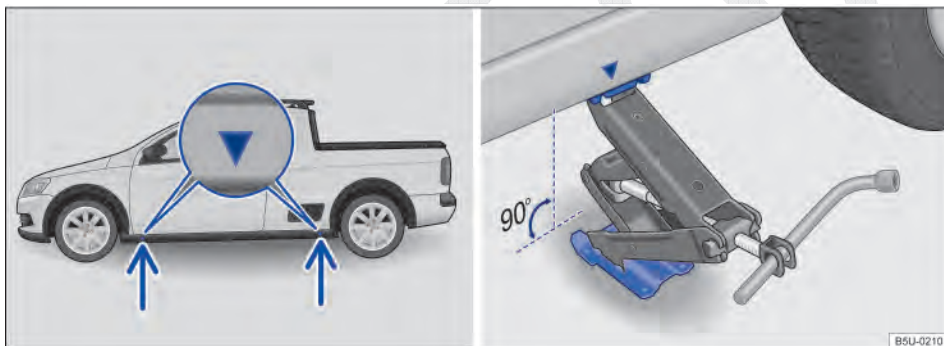

Fig. 169 Pontos de apoio do macaco e macaco posicionado no lado esquerdo traseiro do veículo.
O macaco somente pode ser posicionado nos pontos de apoio indicados (marcação na carroceria) ⇒ Fig. 169. É válido o ponto de apoio localizado próximo à roda correspondente ⇒ ⚠.
8. Garantir que a base do macaco, com toda sua superfície, esteja sobre o chão e que a base se encontre perpendicularmente abaixo do ponto de colocação ⇒ Fig. 169.
9. Alinhar o macaco e, simultaneamente, levantar a garra do macaco até ela se encaixar na travessa debaixo do veículo ⇒ Fig. 169.
- Posicionar o macaco somente nos pontos indicados. A garra do macaco deve se encaixar no perfil da longarina de forma segura ⇒ Fig. 169.